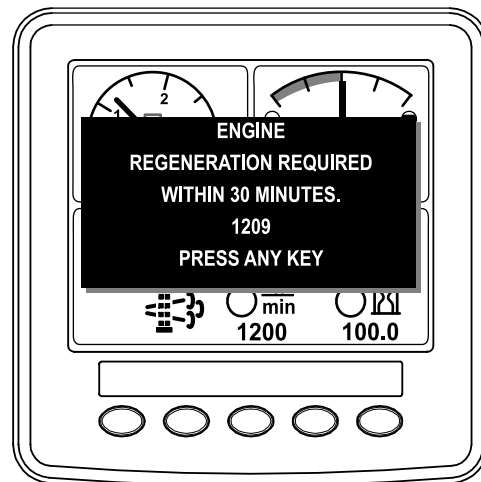

Figura 46
- Se ignorate la richiesta di rigenerazione da fermi visualizzata sull'InfoCenter e continuerete ad utilizzare la macchina (Figura 46), una quantità critica di particolato si accumulerà nel DPF.